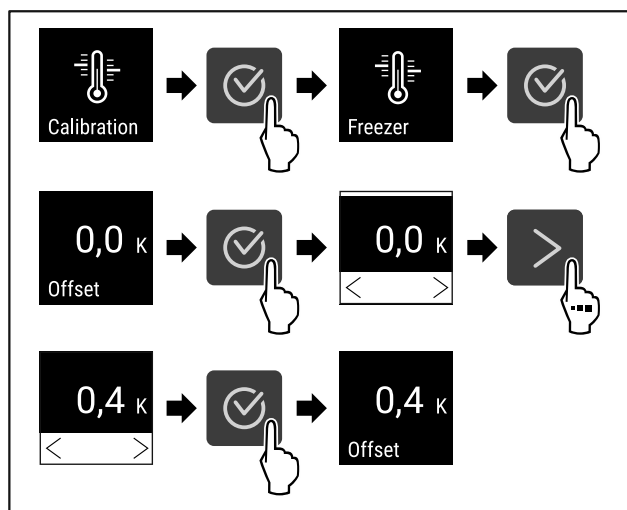

Fig. 95
- ▶ Hajtsa végre a művelet lépéseit (lásd Fig. 95) .